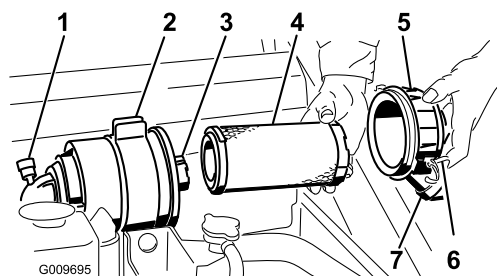

Figure 32
**Important:** Faites l'entretien du filtre à air uniquement quand l'indicateur de colmatage est rouge (Figure 32). Changer le filtre à air prématurément ne fait qu'accroître le risque de contamination du moteur par des impuretés quand le filtre est déposé.
4. Ouvrez les attaches du filtre à air et séparez le couvercle du corps du filtre (Figure 32).
1. Sortez l'élément principal du corps du filtre avec précaution (Figure 32). Évitez de cogner l'élément à l'intérieur du corps.
4. Si vous remplacez l'élément filtrant de sécurité, insérez-le avec précaution dans le corps du filtre (Figure 32).
5. Placez ensuite l'élément principal sur l'élément de sécurité avec le même soin (Figure 32). Assurez-vous qu'il est bien engagé en appuyant sur le rebord extérieur.
6. Reposez le couvercle du filtre à air, le côté portant l'inscription "UP" en haut, et fermez les dispositifs de verrouillage (Figure 32).